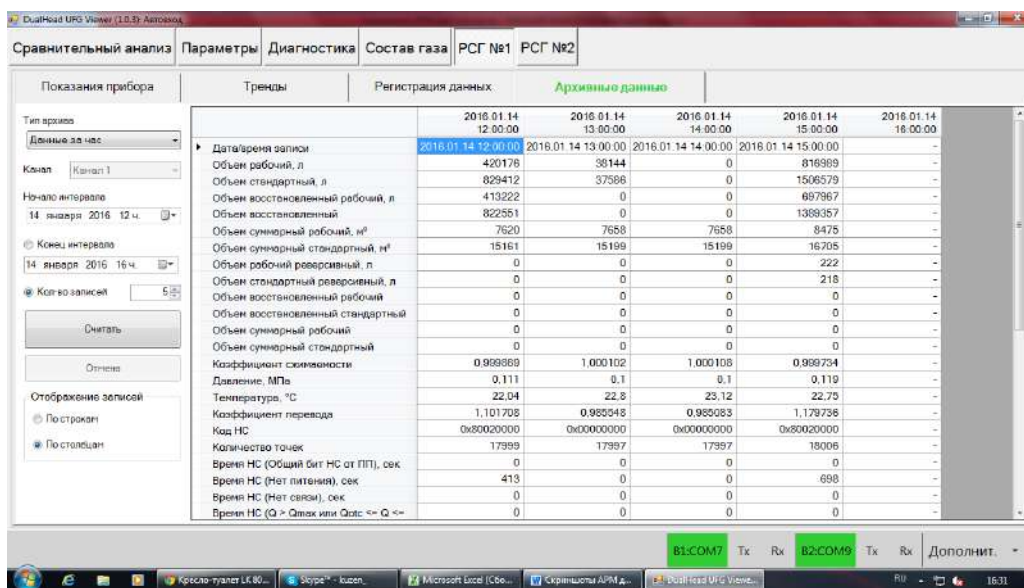

Рисунок 2.10
- архивные данные (рисунок 2.10).